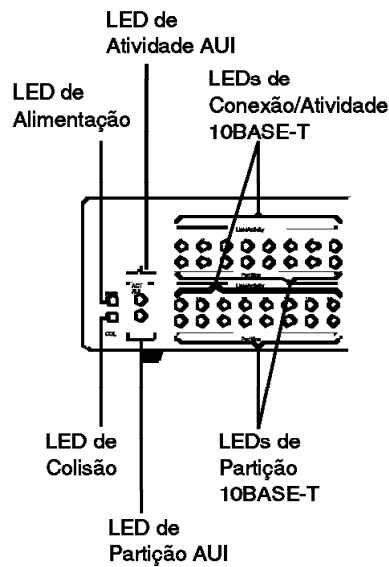

Figura 3-1. LEDs para Hubs Ethernet Desktop 8242 da IBM
- 2 Observe os LEDs no painel frontal. Figura 3-1 na página 3-2 mostra os LEDs. (Consulte “Informações sobre LEDs” na página 1-5 se você precisar revisar as explicações do LEDs antes de continuar com o processo de resolução de problemas).